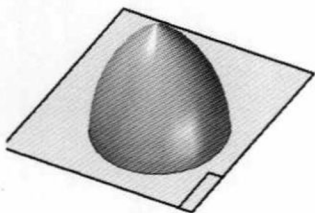

图 2.2 平面 4
Step2. 创建图 2.2 所示的平面 4 (本步的详细操作过程请参见随书光盘中 video\ch02\reference\文件下的语音视频讲解文件 blower_nozzle-r02.avi)。